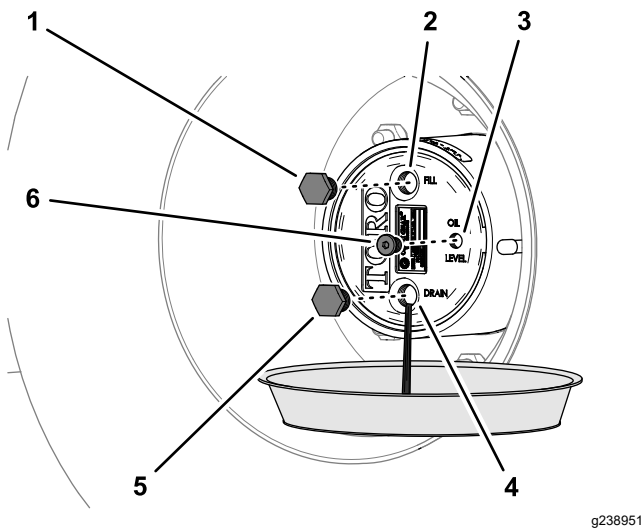

图 89
2. 将放油盘放在行星齿轮传动壳下面取出排油塞、加油塞和检查塞并让润滑油完全排出图 89。